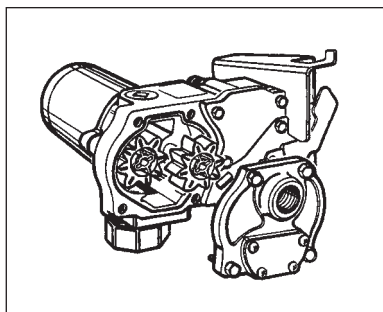

Figura 5
- Levante a chave de transmissão e as engrenagens da bomba. (Figura 5)